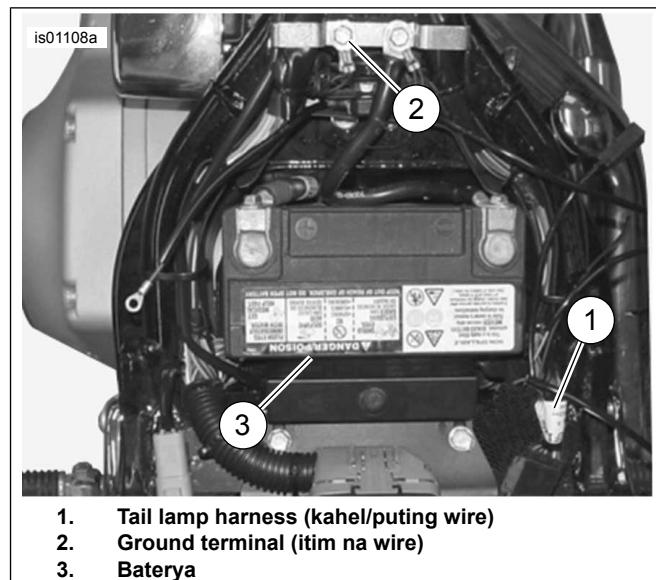

Figure 3. Power at Mga Koneksyon ng Ground (Mga Modelong Dyna)
4. Tingnan ang Figure 3 . Ikabit ang ring terminal sa mga thread ng ground na turnilyo. Ikabit ang ground na turnilyo sa frame (2). Higpitan ayon sa ispesipikasyon ng torque sa manwal ng serbisyo.
1. Tingnan ang Figure 3 . Maingat na hiwain ang isang bahagi ng balot ng tail lamp harness (1) sa isang naaabot na pwesto sa ilalim ng upuan, at putulin ang kahel/puting kawad.